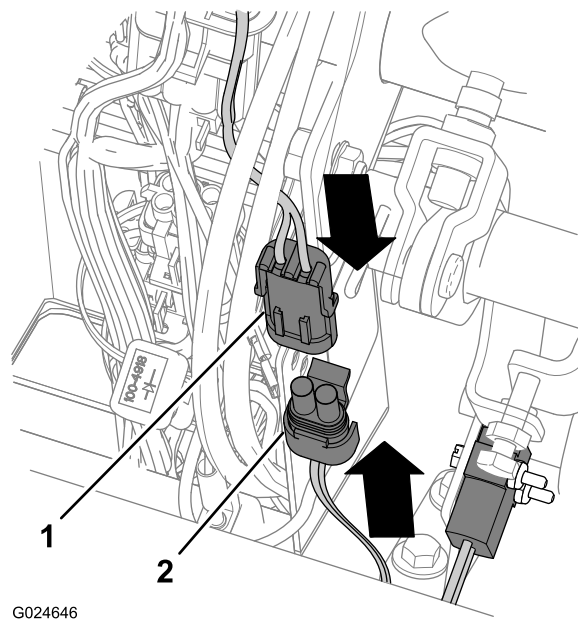

Figure 48
- À l'avant de la machine, du côté passager, localisez le connecteur à 2 broches du faisceau avant de la machine correspondant au circuit de coupure (Figure 48).
3. Branchez le connecteur à 2 broches du faisceau de la machine au connecteur à 2 douilles du faisceau du contacteur de coupure (Figure 48).